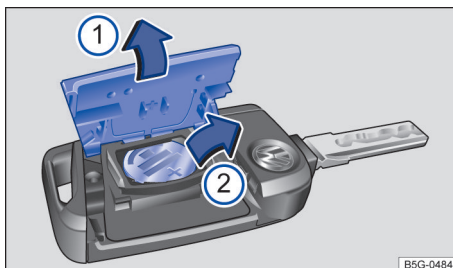

Fig. 55 Chave do veículo: substituir a pilha-botão.
Legenda para Fig. 55:
- Levantar a cobertura → Fig. 55 ① → ①.
- Alavancar a pilha-botão para fora do compartimento da pilha → Fig. 55 ②.
- Pressionar uma pilha-botão nova no compartimento da pilha → ①.
- Pressionar a cobertura na carcaça → Fig. 55 ①.